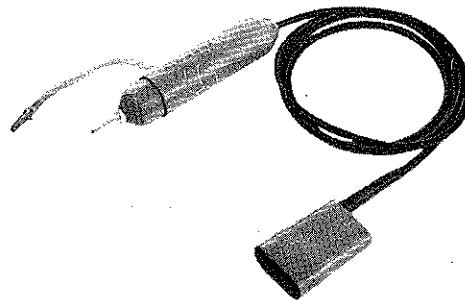

Fig. 2. Sonde de mesure UHF, PM 9200
3. Sonde de mesure UHF, type PM 9200, permettant la mesure de tensions alternatives de 3 mV à 16 V, 100 kHz ... 800 MHz, fig. 2.